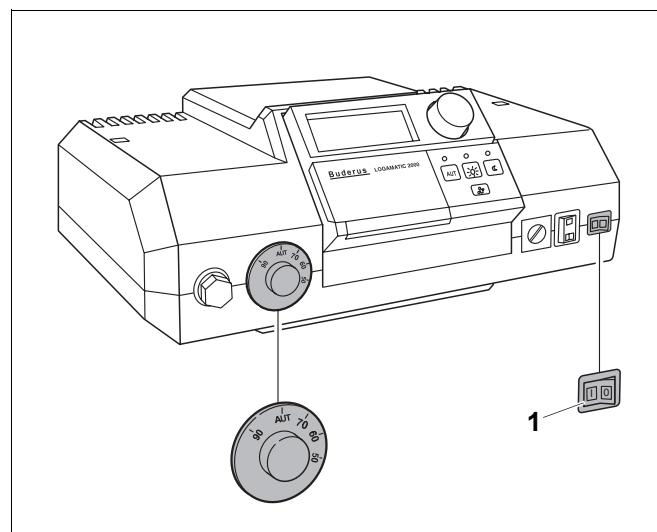
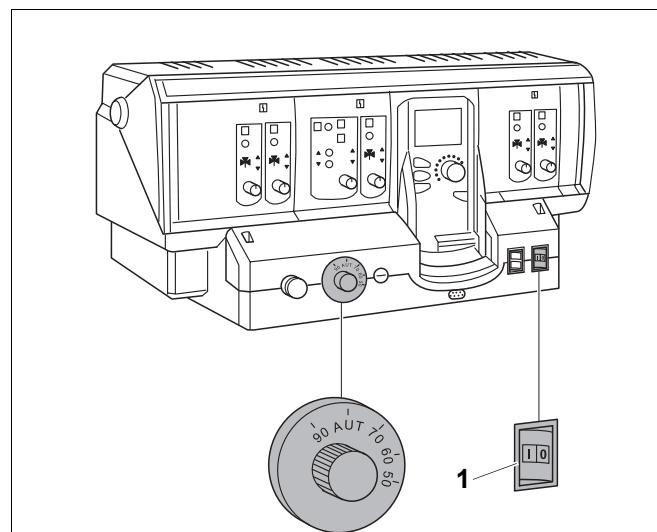

Рис. 35 Система управления Logamatic 2000
Рис. 36 Система управления Logamatic 4000
- Установить пусковой выключатель (рис. 35, поз. 1 или рис. 36, поз. 1) в положение "0" (ВЫКЛ.).